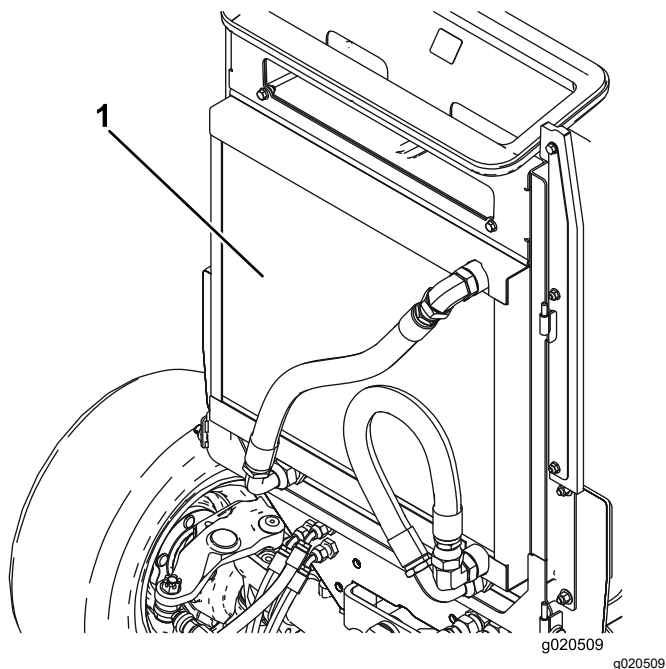

Figura 113
4. Limpe os dois lados do refrigerador de óleo e o radiador com ar comprimido (**Figura 113**).